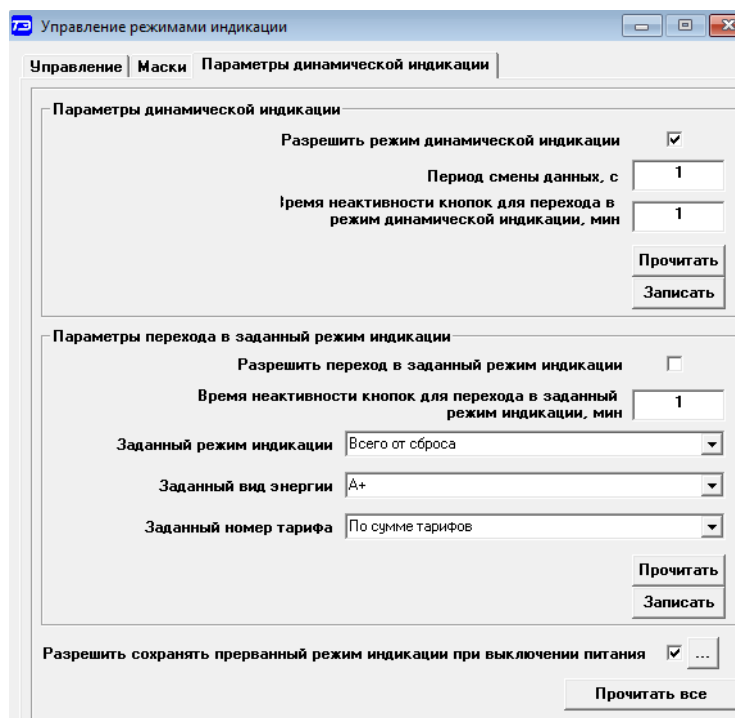

Рисунок 27 – Форма «Управление режимами индикации» вкладка «Параметры динамической индикации»
4.15.7.3 Динамическая индикация запрещена при выходе счётчика с предприятия-изготовителя. Для разрешения динамической индикации установить и записать следующие параметры в группе элементов «Параметры динамической индикации» (рисунок 27):
4.15.8.3 Этот режим запрещен при выходе счётчика с предприятия-изготовителя. Для разрешения режима нужно установить и записать следующие параметры в группе элементов «Параметры перехода в заданный режим индикации» (рисунок 27):